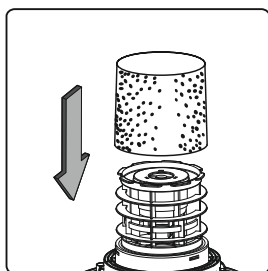
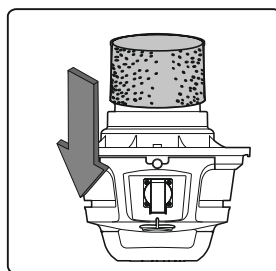

Рис. 17
Рис. 18
2) Аккуратно установите поролоновый фильтр, входящий в комплект поставки, на внутреннюю сетку фильтра, убедившись, что он плотно фиксируется (рис. 17 для VE 162E), (рис. 18 для VE 163E).